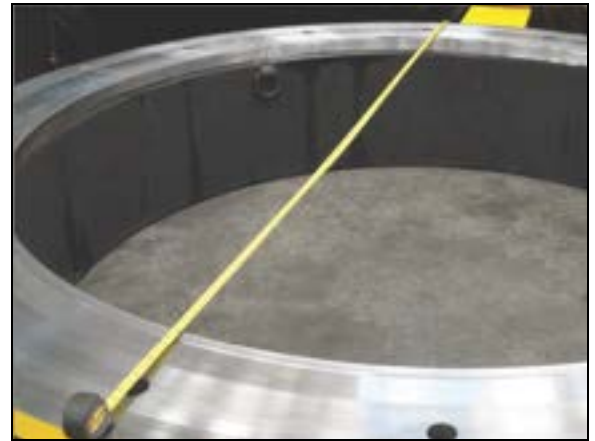

FIGURE 3-6. MESURER LA PIÈCE À USINER
2. Mesurez la surface sur laquelle effectuer le montage et sélectionnez les pièces appropriées pour l'usinage, en fixant des plaques de jonction (fournies par le client) ou autres surfaces de montage, si nécessaire (Figure 3-6).